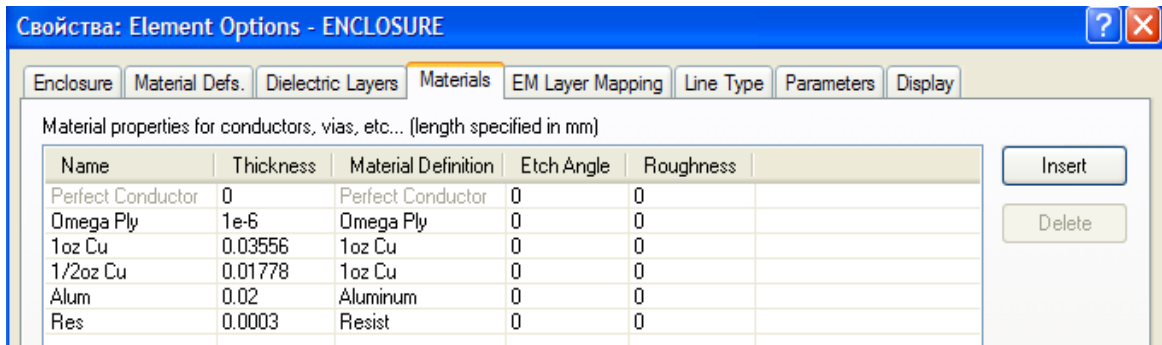

Рис. 7.6. Окно установки параметров материалов электромагнитной структуры
5.7.5. На вкладке «Materials» кликнуть мышью по кнопке «Insert». В столбце «Name» заменить появившееся имя «Trace1» на «Alum», в столбце «Thickness» ввести 0,02, в столбце «Material Definition» ввести «Aluminum», щёлкнув мышкой по этому полю. Снова кликнуть по кнопке «Insert». В столбце «Name» ввести имя материала «Res», в столбце «Thickness» ввести 0,0003, в столбце «Material Definition» ввести «Resist», кликнув по этому полю. Вкладка «Materials» будет выглядеть, как показано на рис. 7.6. Нажать «ОК».